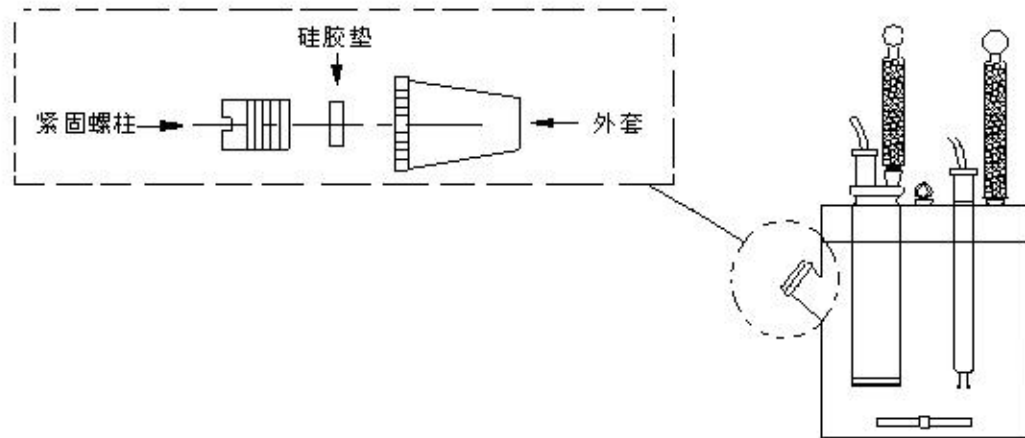

图 4
3. 将乳白色硅胶垫装入旋塞, 用紧固螺柱旋入。(见图 4)